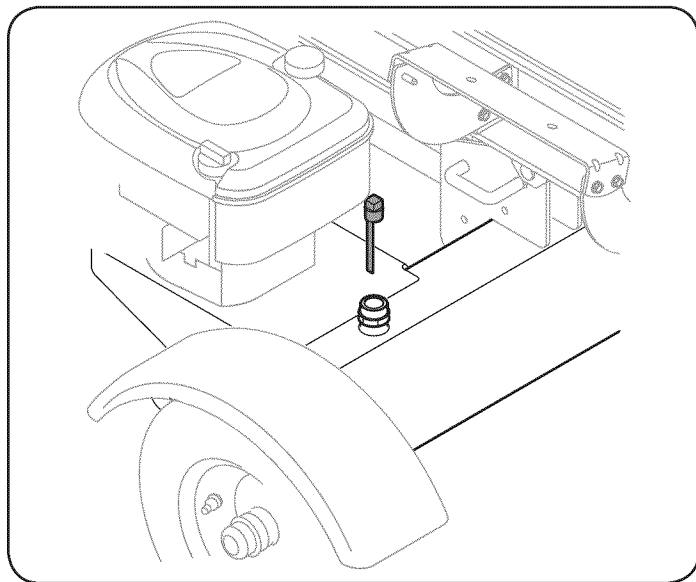

Figura 7
3. Controle el nivel de fluido con la varilla de nivel. Vea la Figura 7. No llene el depósito en exceso.